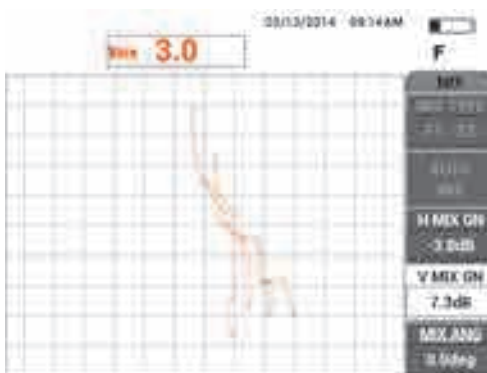

Рис. 5-109 Настройка значения V MIX GN
21. Увеличьте значение **V MIX GN** (клавиша E), так чтобы максимальная амплитуда сигнала достигала 80 % высоты экрана (см. Рис. 5-109 на стр. 209).